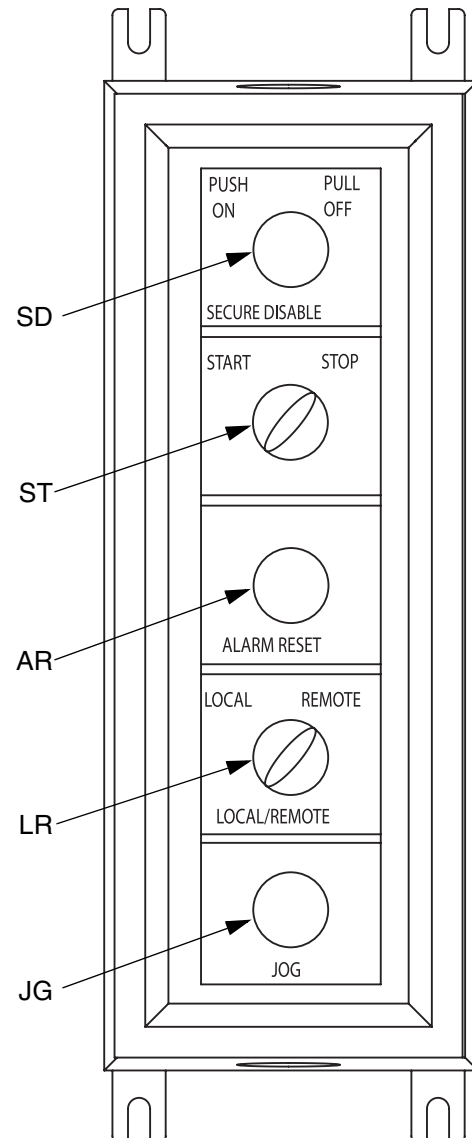

ABB. 4: Lokale Steuereinheit
Die lokale Steuereinheit enthält fünf Regler. Siehe ABB. 4.
1. Den START/STOPP-Schalter (ST) auf STOP stellen. Siehe ABB. 4.
2. Den SICHERUNGS-/AUSSCHALTER (SD) hereindrücken.
3. Den START/STOPP-Schalter (ST) auf STOP stellen. Siehe ABB. 4.
3. Den SICHERUNGS-/AUSSCHALTER (SD) hereindrücken.
4. Den START/STOPP-Schalter (ST) auf STOP stellen. Siehe ABB. 4.
5. Den SICHERUNGS-/AUSSCHALTER (SD) herausziehen.